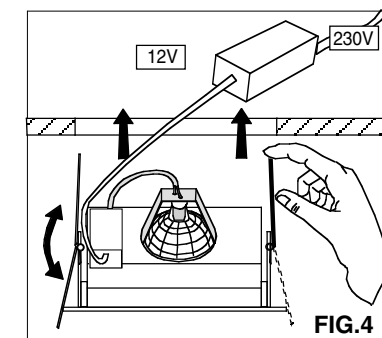
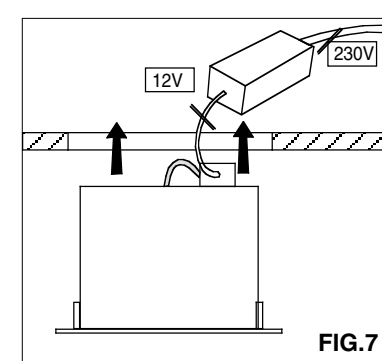
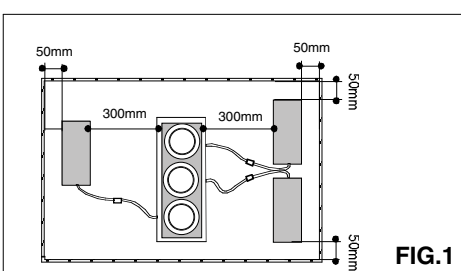

FIG.4
FIG.7
FIG.1
- Inserire il cassonetto nel foro del controsoffitto tenendo le staffe di fissaggio a filo ingombro (FIG.7) e appoggiare la cassetta sul controsoffitto rispettando le distanze (FIG.1) Quindi avvitare le staffe fino a finecorsa. (FIG.6B)
- Lift the springs with your hands and insert the housing in the hole in the false ceiling FIG. 4 and place the gear box on the false ceiling, respecting the distances FIG. 1
- Lift the springs of the housing with your hands and insert the housing into the hole in the false ceiling FIG.7 and press the gear box on the false ceiling, respecting the distances FIG. 1
- Soulever les ressorts avec les mains et insérer le caisson dans le trou du faux plafond FIG.4 et appuyer le boîtier sur le faux plafond, en respectant les distances FIG.1.
- Soulevez les ressorts avec les mains et insérez le caisson dans le trou du faux plafond, en respectant les distances FIG. 1.
- Levantar los resortes con las manos y inserir el cajón en el agujero del cielo raso FIG. 4 y apoyar el equipo eléctrico sobre el cielo raso, respectando las distancias FIG. 1.
- Levantar los resortes con las manos y inserir el cajón en el agujero del cielo raso FIG.7 y apoyar el equipo eléctrico sobre el cielo raso, respectando las distancias FIG. 1.
- Die Feder des Kastens mit Ihren Händen aufziehen und den Kasten im Deckenausschnitt einsetzen FIG. 4 und das Vorschalgerät auf der Decke auflegen und dabei die Abständen beobachten FIG. 1
- Die Feder mit Ihren Händen aufziehen und den Kasten im Deckenausschnitt einsetzen FIG.7 und das Vorschalgerät auf der Decke auflegen und dabei die Abständen beobachten FIG. 1.